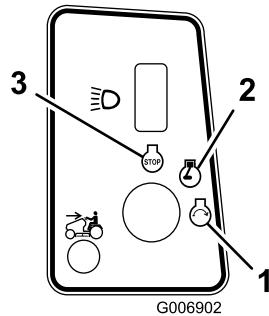

Figura 11
5. Gire la llave de contacto en el sentido de las agujas del reloj y manténgala en posición Arranque (Figura 11). Cuando el motor arranque, suelte la llave.
2. Gire la llave de contacto a Desconectado, espere a que se detengan todas las piezas en movimiento, y retire la llave antes de abandonar el puesto del operador. (Figura 11).